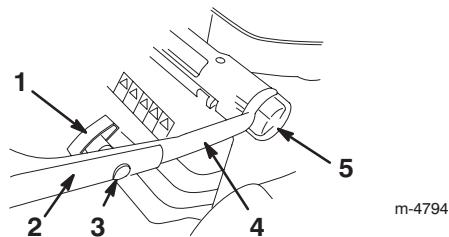

Bild 2
2. Lockern Sie die Griffhöheneinstellräder und drehen das untere Handgriffteil in Richtung Rückseite des Rasenmähers, bis es auf eine der in Bild 2 dargestellten Höheneinstellungen ist.
4. Sichern Sie das obere Handgriffteil mit den Ovalkopfschrauben und Handschrauben am unteren Teil ab (Bild 2). **Ziehen Sie die Handschrauben gut fest.**
Sie können den Handgriff auf drei verschiedene Höhen einstellen: hoch, mittel und tief (Bild 2). Wählen Sie die Griffhöhe, die für Sie am bequemsten ist.